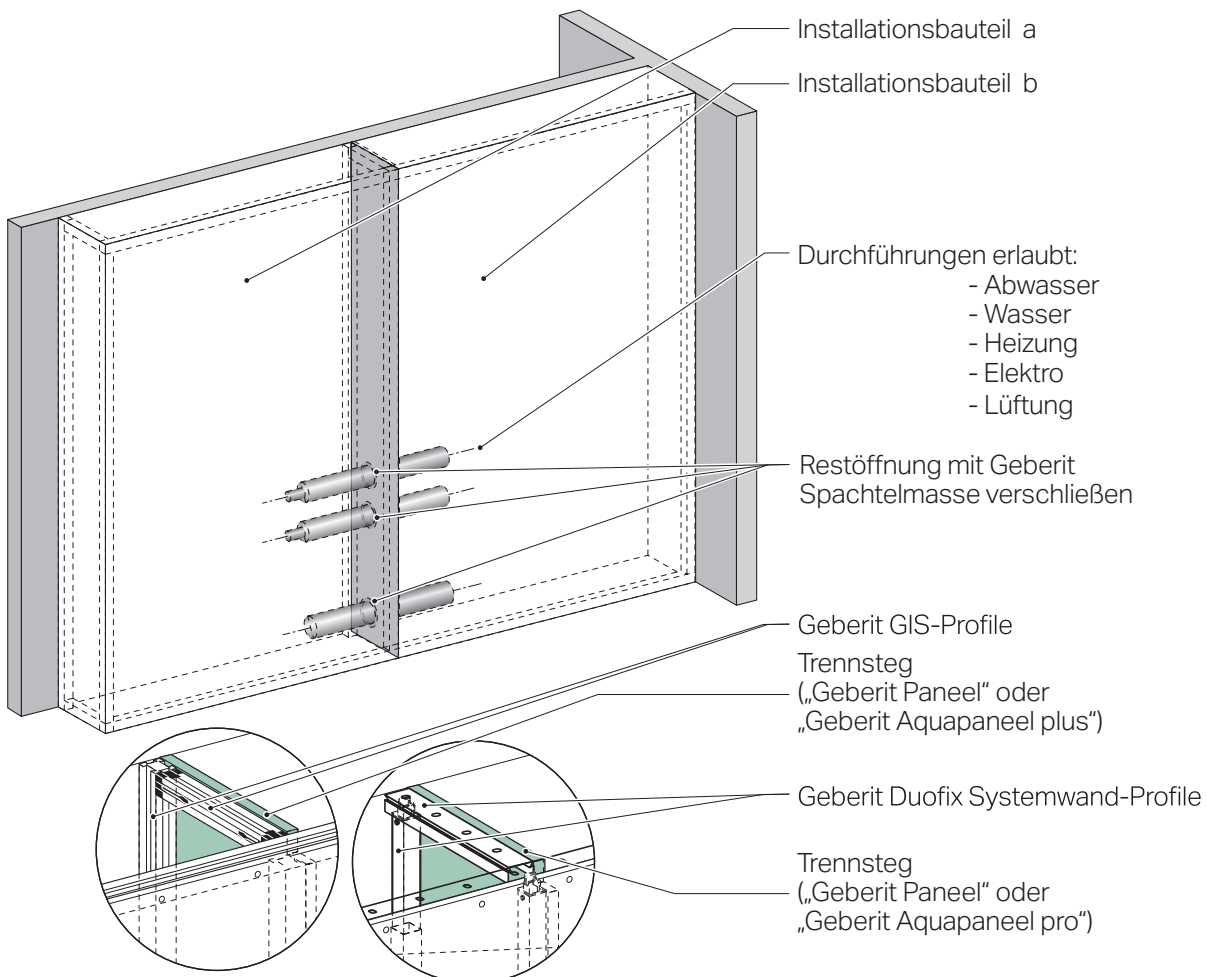

Abbildung 11: Ausbildung Trennsteg bei Schachtbreiten über 2 m mit Rohrdurchführungen ohne klassifizierte Rohrschottungen
1) Theoretisch unendlich mittels Trennsteg aus Geberit GIS/Geberit Duofix Systemwand max. alle 200 cm (siehe → Abbildung 11)
Die aBG von Quattro lassen unbegrenzte Rohrleitungsbelegungen im Quattro Installationsschacht zu. Ebenso dürfen beliebig viele Elektrokabel und Kabelbündel innerhalb des Quattro Installationsschachtes verlegt werden. In der Praxis kommen aber auch einzeln verlegte Rohrleitungen vor. So stellt z. B. eine einzelne Geberit Silent-db20 Abwasserleitung mit einer Geberit GIS Verkleidung einen Geberit Quattro Installationsschacht dar. Daher kann für die Rohrabschottung im Deckenverguss (min. 150 mm) das preiswerte Geberit Schachtschott verwendet werden. Quattro Installationsschächte dürfen max. 2 m Breite haben. Installationsschächte über 2 m Breite werden durch einen Trennsteg aus einlagiger Geberit Systembeplankung realisiert (siehe → Abbildung 11). Kreuzende Anschlussleitungen müssen bei der Durchführung durch den Trennsteg verspachtelt werden - R 90-Abschottungen sind dabei nicht notwendig.